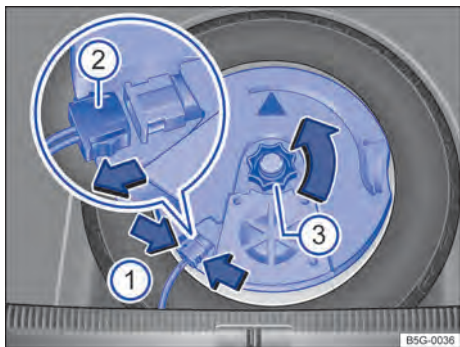

Fig. 249 No compartimento de bagagem: Remover o subwoofer (variante 1).
- Para destravar o conector → Fig. 249 ②, comprimir as linguetas → Fig. 249 (setas ①).
- Puxar o conector ② e colocar de lado o condutor elétrico removido.
- Remover o manipulador ③ no sentido da seta.
- Inserir o conector → Fig. 249 ② até que ele se trave de maneira audível.
- Girar o manipulador ③ no pino rosqueável no sentido contrário da seta até que o subwoofer fique preso com segurança.